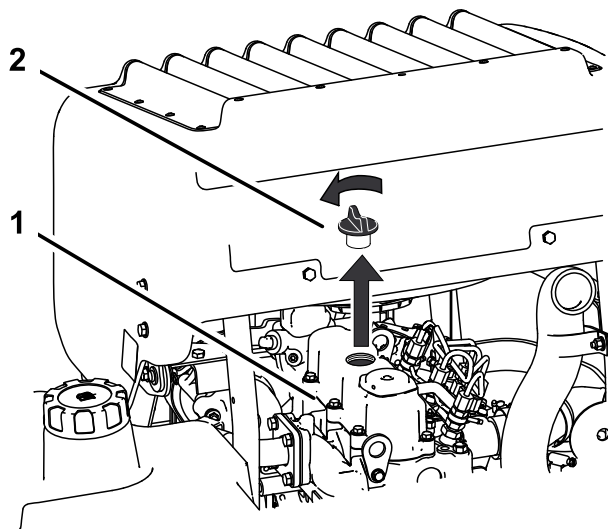

Figura 41
6. Retire el tapón de llenado de aceite de la parte superior del motor (Figura 41). Esto facilitará el vaciado del aceite.
2. Retire el tapón de llenado y la varilla (Figura 41).